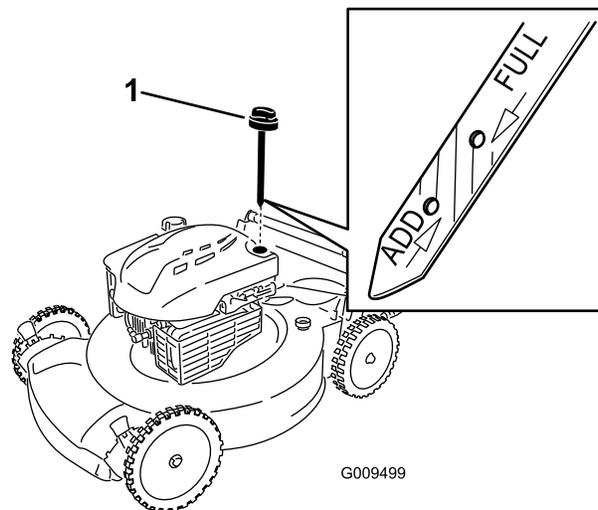

Рисунок 10
2. Выньте щуп для измерения уровня, протрите его, и затем вставьте на полную глубину (Рисунок 10).
3. Выньте щуп и проверьте уровень масла (Рисунок 10). Если уровень масла ниже отметки **Add (Долить)** на масломерном щупе, медленно заливайте масло в маслозаливной патрубкок, чтобы поднять уровень масла до метки **Full (Заполнено)** на масломерном щупе. **Не допускайте переполнения.**